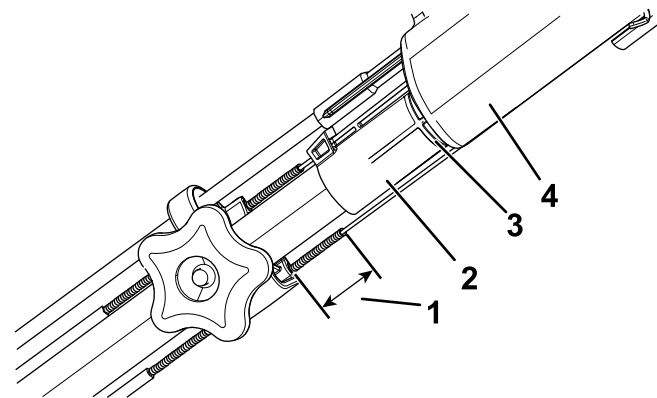

Figura 30
**Nota:** Entrambi i cavi devono estendersi di 38 mm oltre i morsetti quando la stegola è allineata con la prima tacca sulla guida; fate riferimento a Figura 30.